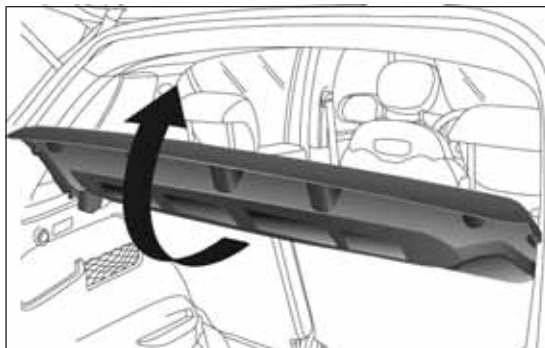

fig. 85
- ☐ levantar la parte trasera de la bandeja de la manera indicada en fig. 85;